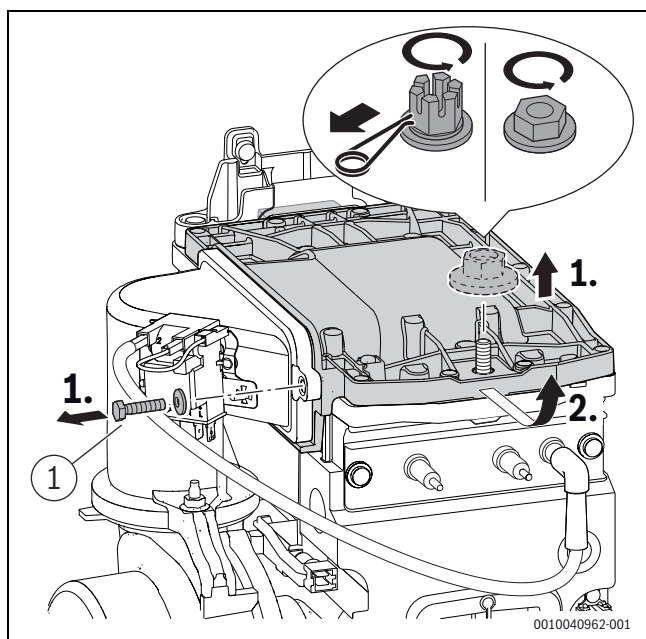

Fig. 56 Smontaggio del coperchio del bruciatore
- Serrare la vite ([1], fig. 56) sul coperchio del bruciatore a $5,5+0,5$ Nm.